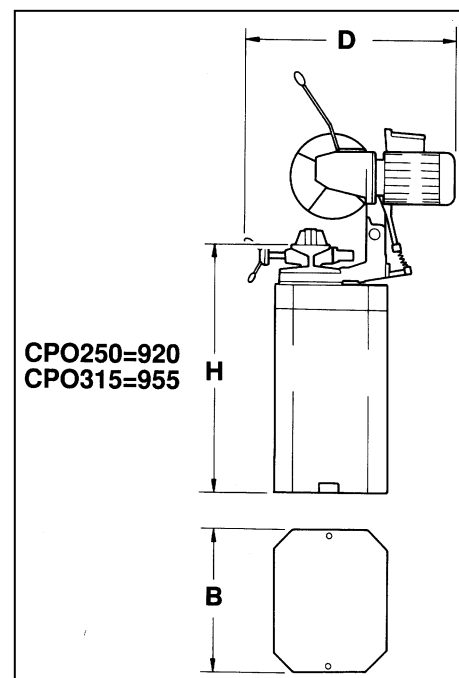

Fig. 2.01
2.2 Overzicht en maatschets (zie fig. 2.01)